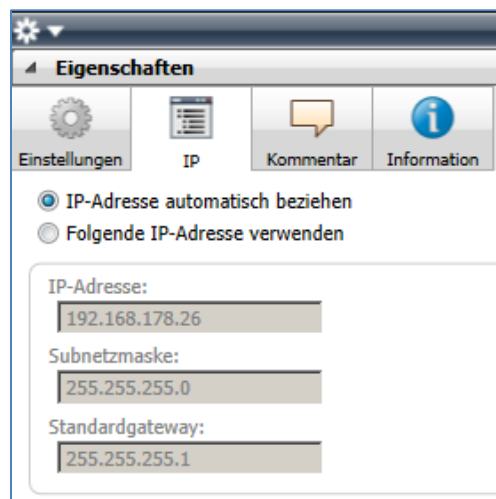

Abbildung 32: Einstellung der IP-Adressdaten des Geräts unter dem Reiter „IP“ im Sidebar der ETS
3. Wählen Sie den Reiter „IP“ entsprechend Abbildung 32. Wählen Sie nun entweder